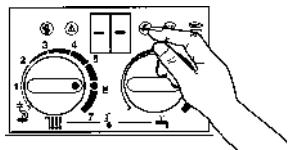

Рис. 52
- Нажать на сервисную клавишу и держать, пока на дисплее не высветится "-", (рис. 52).